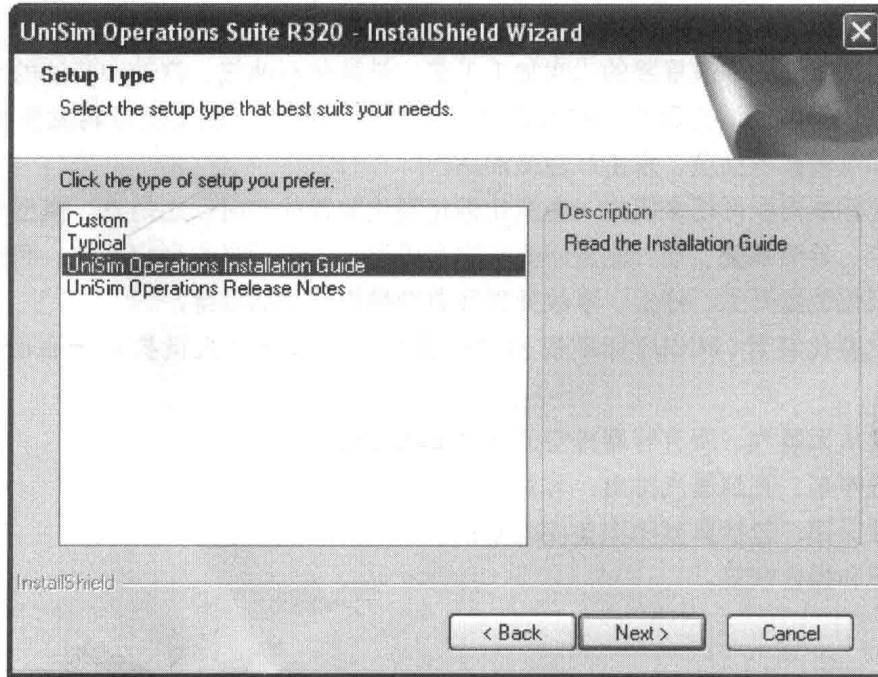

图 1-2-1
- (1) 确认拥有管理员权限；
- (2) 将 UniSim Operations DVD 安装光盘插入 DVD 光驱；
- (3) 在 windows 资源管理器中，打开光盘内容，双击“UniSim Operation Suite R320.exe”，按照屏幕上的提示完成软件的安装，如图 1-2-1 所示。